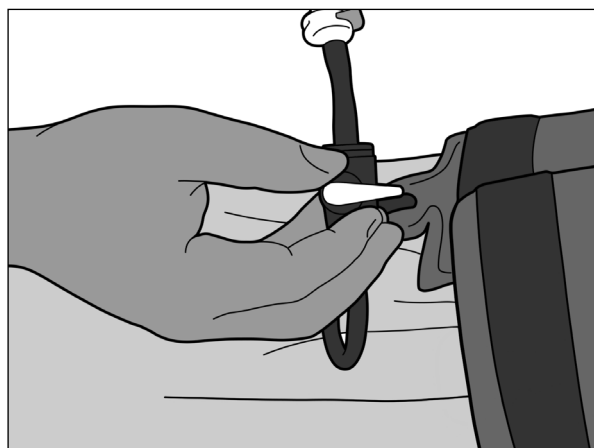

Abb. 17
4. Schließen Sie das Ventil, indem Sie das Absperrventil senkrecht zum Schlauch drehen. Warten Sie 2 Minuten lang (Abb. 17).
7. Schließen Sie das Ventil, indem Sie das Absperrventil senkrecht zum Schlauch drehen (Abb. 17).